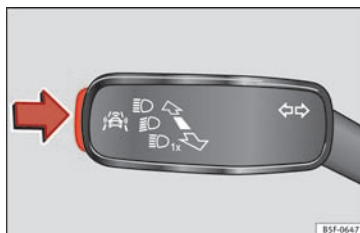

Fig. 45 På blink- og fjernlysarmen: knap til førerassistentsystemer
- Tryk et kort øjeblik på knappen » Fig. 45 i pilens retning for at kalde menuen **Assistenten (assistenter)** frem.